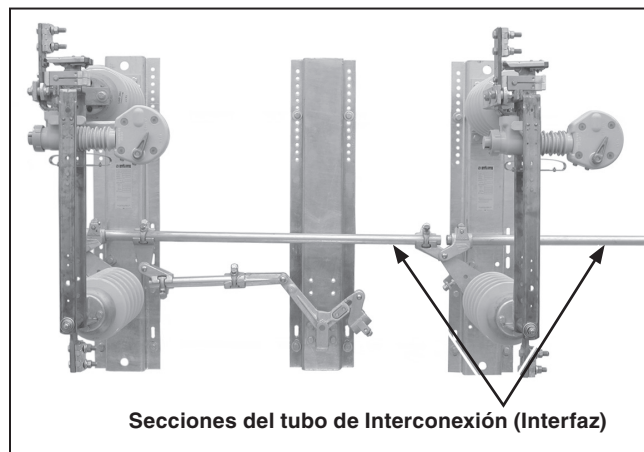

Figura 12. Tubo que conecta los polos del interruptor.
PASO 10. Instale las secciones del tubo horizontal conectando los polos del interruptor y el ensamble de la palanca angular. Ver Figura 12. Siga las instrucciones en la sección “Instalación de los Acoplamientos de la Tubería con Tornillos Perforantes de Sujeción”.